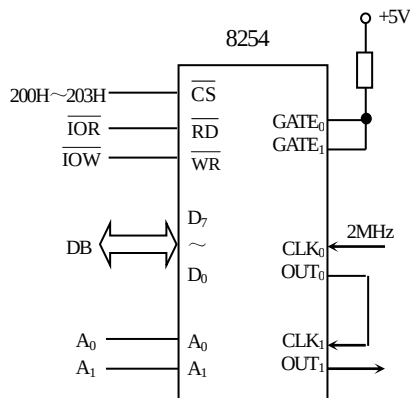

图 5.17
**X.18** 已知 8254 的应用电路如图 5.17 所示。相应的初始化程序如下，试分析 8254 的计数器 0 和计数器 1 各输出什么波形，频率各是多少？